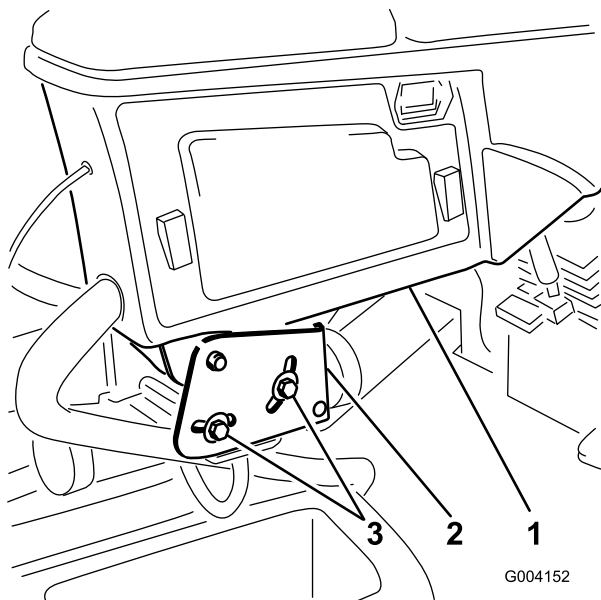

Figura 3
1. Slăbii cele 2 uruburi care fixează braul de control pe suport (Figura 3).